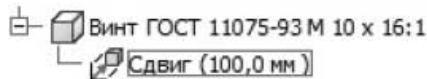

Рис. 9.56. Фрагмент браузера
2. В браузере у винта появится строка Сдвиг с заданным размером сдвига (рис. 9.56).